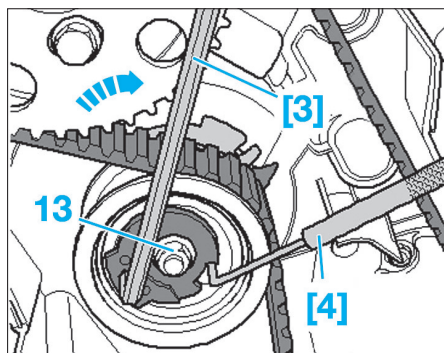

FIG. 16
• Tourner maintenant l'excentrique du galet-tendeur dans le sens des aiguilles d'une montre (flèche) jusqu'en butée et serrer à la main l'écrou de fixation (13) (Fig.16).